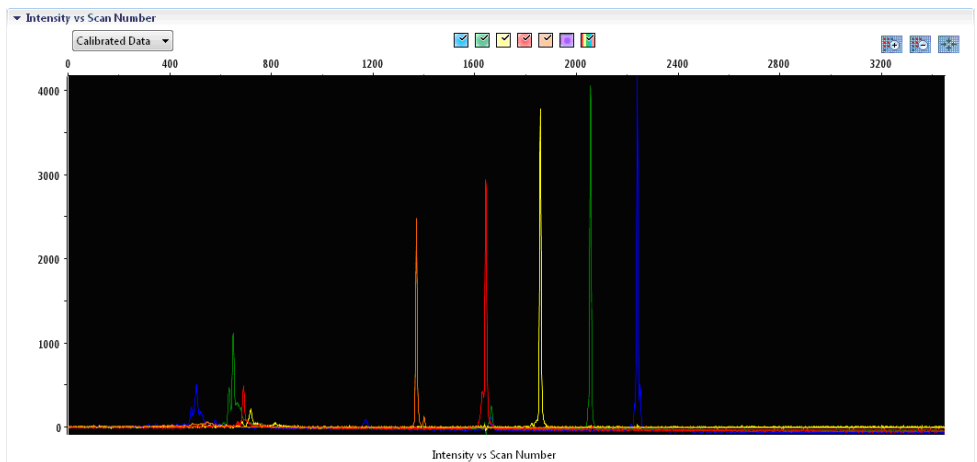

Abbildung 3. Elektropherogramm der spektralen Kalibrierung mit Matrixstandard BT5 auf einem Applied Biosystems 3500 Genetic Analyzer
- Untersuchen Sie die Matrixproben auf eine flache Basislinie. Wie in der Abbildung 3 beschrieben, sollten in jeder Matrixprobe 5 Peaks mit Höhen im Bereich von 1000–5000 RFU vorhanden sein. (**Hinweis:** Der optimale Bereich beträgt 2000–4000 RFU.)